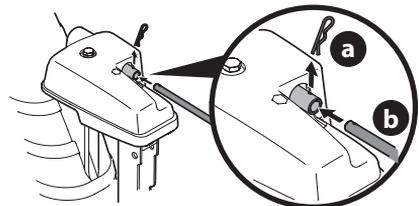

Figure 17
5. Retirez la goupille fendue (a) à l'arrière de la tête de commande de la goulotte. Voir Figure 17.
6. Insérez la tige de commande de la goulotte (b) à l'arrière de la tête de commande (Figure 17) et fixez-la avec la goupille fendue (a) retirée à l'étape 5.